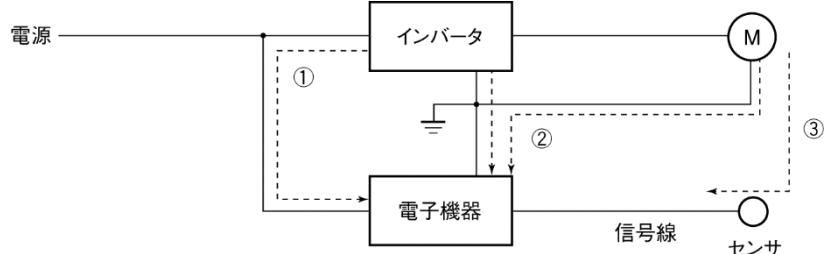

図3 伝導ノイズ
インバータ内で発生したノイズが、導体を伝わって周辺の機器へ影響を与えるのが伝導ノイズです。図3は、伝導ノイズの伝達経路を示しています。①の主回路を伝わって電源を経由しての伝達があります。また、アース線を共通接続した場合には、②のルートを経由しての伝達があります。また、③のように、センサの信号線やシールド線を経由するノイズもあります。